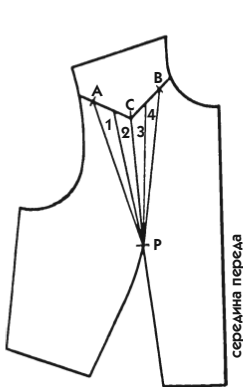

Рис. 483
1. Приготовьте лекало переда лифа, переведя верхнюю вытачку в вытачку от талии, как показано на рис. 483 (вернитесь к описанию рис. 104 и 137).
2. Проведите линию кокетки и отметьте засечками А и В участок, на котором будут сделаны сборки (рис. 483).
3. Разделите отрезок, предназначенный дляборок, на симметричные полосы 1, 2, 3, 4, идущие от точки Р (рис. 483).